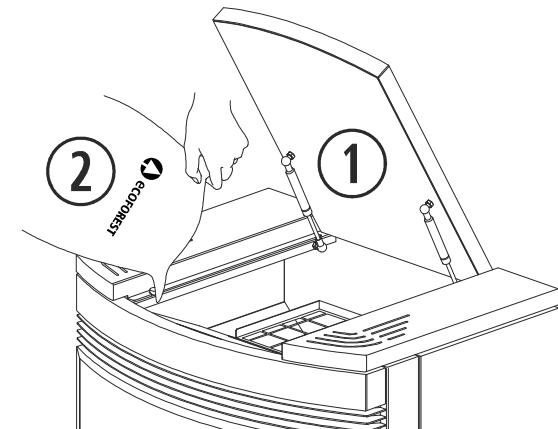
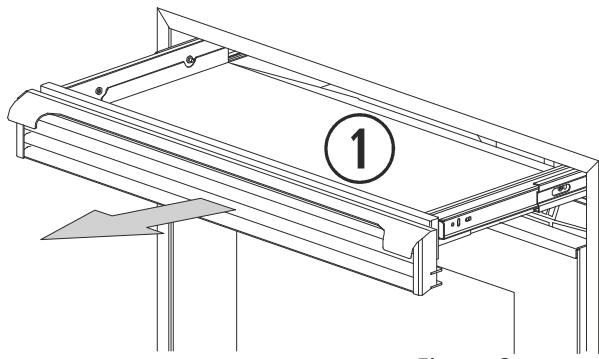

Figura 2
Figura 3
- 2.13.** Para realizar o carregamento de combustível na estufa, devemos abrir a tampa do depósito e esvaziar o saco de combustível com cuidado para evitar que transborde. Ver figura 2 (ECO III). O carregamento de combustível nos modelos *Córdoba* (figura 3) e *Córdoba Glass*, realiza-se extraíndo a bandeja de carregamento, graças aos puxadores que o friso de ar de convecção possui. Fazer o carregamento sempre em frio.
① Tampa do depósito.
② Combustível.